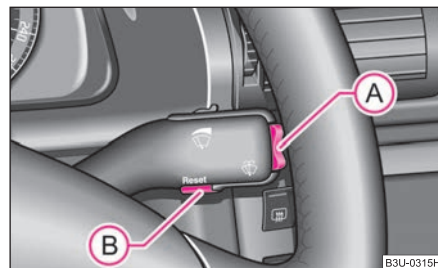

Fig. 11 Display informazioni: Comandi
- Attivare il menu premendo il tasto a bilico **(A)** ⇒ fig. 11 per più di 1 secondo.
Dopo 10 secondi o dopo l'azionamento del tasto a bilico (A) ⇒ pag. 19, fig. 11 la visualizzazione dei messaggi si disattiva e la segnalazione delle informazioni viene memorizzata sotto **CAR STATUS (STATO VETTURA)**.